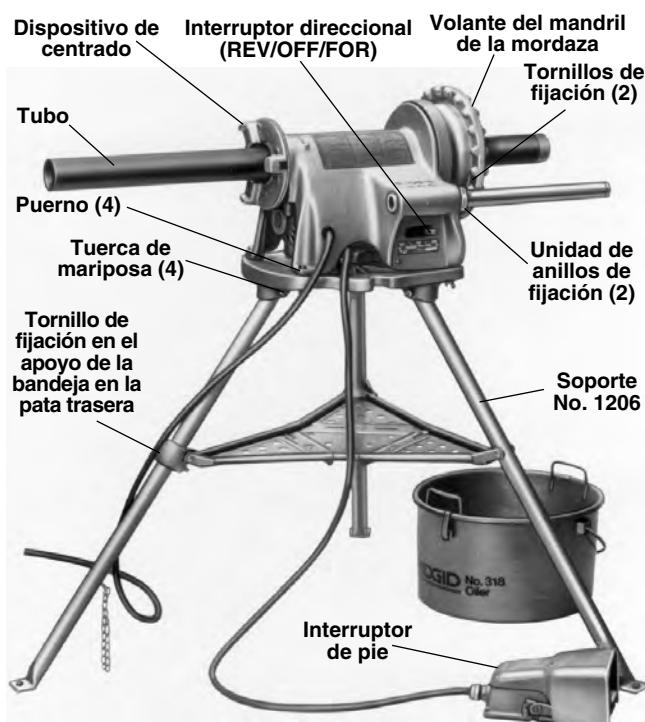

Figura 3 – Accionamiento Autopropulsado No. 300 montado sobre el Soporte No. 1206 junto a la Aceitera No. 418
- Ubique el tornillo de fijación en el apoyo de la bandeja en la pata trasera (Figura 3).
2. Monte el Accionamiento Autopropulsado en el soporte empleando los pernos y las tuercas de mariposa (Figura 3).
1. Asegure que el Accionamiento Autopropulsado esté desenchufado y que su interruptor direccional se encuentra en la posición de OFF (apagado) (*Figura 3*).
4. Asegure que el interruptor de pie esté presente y acoplado a la Roscadora (*Figura 3*).
4. Si la pieza de trabajo se extiende más allá de cuatro (4) pies del Accionamiento Autopropulsado, use uno o más soportes para tubos. Así se evita un volcamiento y la oscilación del tubo.
5. Si la pieza de trabajo se extiende más allá de Accionamiento Autopropulsado, rodee la zona de trabajo con barreras para dejar un mínimo de tres (3) pies de espacio libre alrededor del Accionamiento Autopropulsado y la pieza de trabajo. Esta "zona de seguridad" impedirá que otros se acerquen a la máquina y a la pieza de trabajo. De lo contrario, personas pueden volcar la máquina o quedar enganchadas en sus partes móviles.
6. Si se hace necesario, llene la Aceitera No. 418 con Aceite para Roscar RIDGID. Colóquela debajo de la parte delantera del Accionamiento Autopropulsado (*Figura 3*).